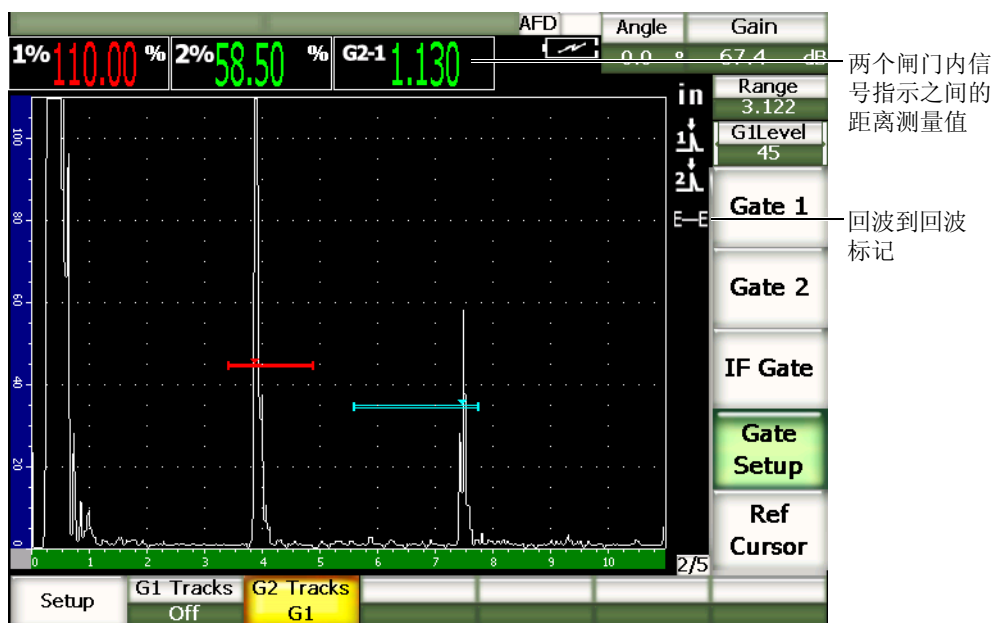

图 6-6 回波到回波测量示例
2. 如第 107 页的图 6-6 所示，将闸门 1 定位在需要检测的第一个回波上，然后将闸门 2 定位在需要检测的第二个回波上。